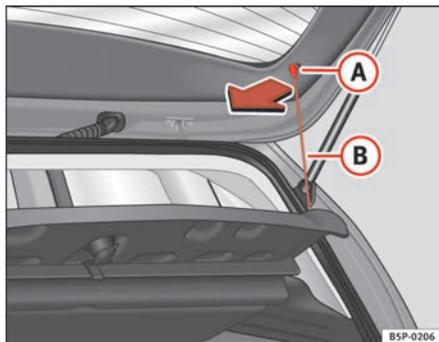

Fig. 124 Chapeleira
- Desengate os tirantes ⇒ fig. 124 **(B)** dos alojamentos **(A)**.